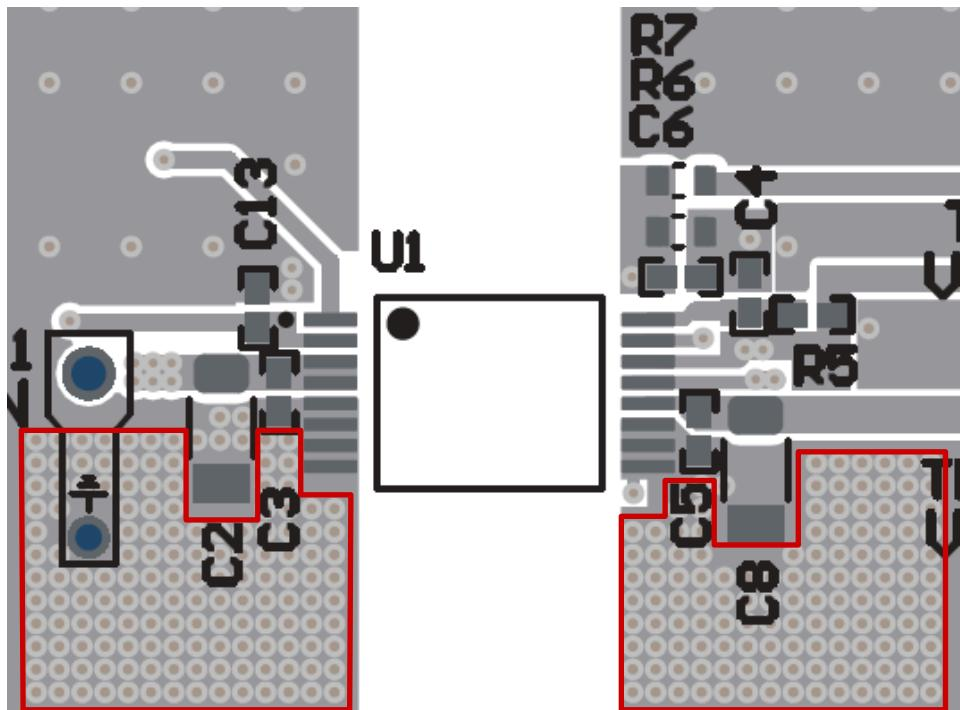

图 8-7. 散热过孔
- 图 8-7 所示为布局示例。如果可用的铜面积较小，请在设计允许的情况下使用尽可能多的散热过孔，靠近引脚 5-8 (初级) 和引脚 9-11 (次级) 放置。